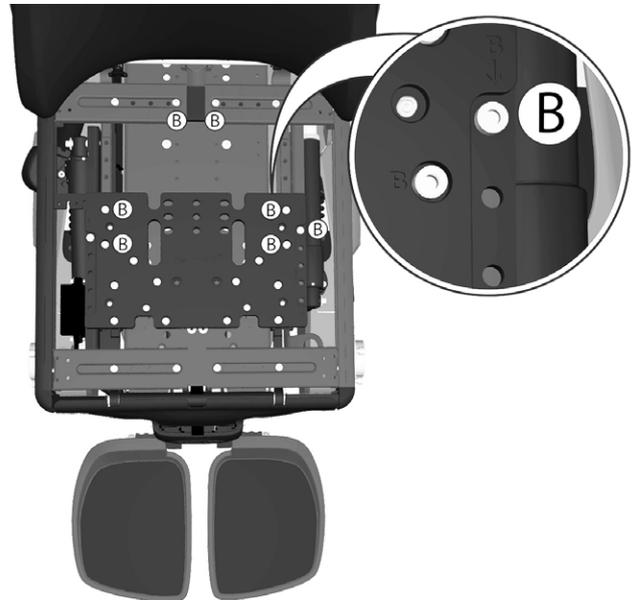

Abbildung 67. Die Position für die Rückenlehne (hinterer Teil des Sitzrahmens) wird von fünf Schrauben, gekennzeichnet mit dem Buchstaben B, fixiert.
3. Hinteren Sitzteil in die korrekt eingestellte Sitztiefe zurückziehen. Die sieben mit (B) gekennzeichneten Schrauben für den hinteren Teil des Sitzrahmens demontieren, siehe Abbildung. 67.